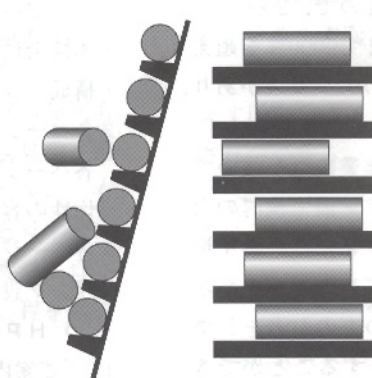

図1 円柱部品用
(1) 円柱・円筒：整列原理は前項で述べたもので、そのイメージを図1に示す。